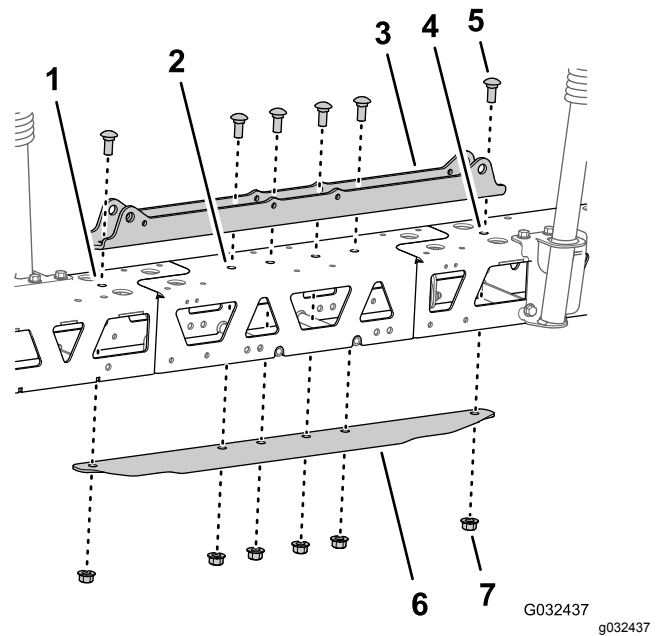

Figura 77
5. Alinhe os orifícios da montagem do cilindro com os orifícios na linha central da estrutura da armação e da extensão da rampa central (Figura 77).
6. Insira a placa de ancoragem na estrutura da armação e na extensão da rampa central e alinhe o orifício da placa com os orifícios na linha central das armações e da extensão da rampa (Figura 77).
7. Monte a montagem do cilindro, as armações, a extensão da rampa central e a placa de ancoragem com os 2 parafusos de carroçaria (1/2 x 1-1/4 pol.) e as 2 porcas de bloqueio flangeadas (1/2 pol.) que retirou no passo 2 de Separar as armações da secção da rampa central (página 35) e com os 4 parafusos de carroçaria (1/2 x 1-1/4 pol.) e as 4 porcas de bloqueio flangeadas (1/2 pol.) do kit de acabamento de sistema de pulverização GeoLink (Figura 77).